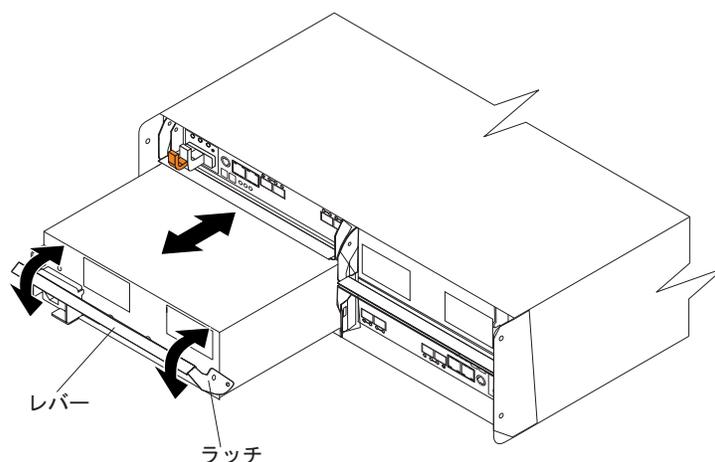

図 21. 電源機構およびファン・ユニットの再取り付け
1. 電源機構およびファン・ユニットをスライドさせてストレージ・サブシステムに入れます。電源機構およびファン・ユニットを再取り付けするために、図 21 で示すように各電源機構およびファン・ユニットのレバーがストレージ・サブシステムの内側に向かって開かれていることを確認してください。無理に差し込まないでください。電源機構およびファン・ユニットは、シャーシに正しく差し込まれるように設計されています。
重要: 図 21 に示すように、電源機構およびファン・ユニットをスライドさせてストレージ・サブシステムに入れる際、レバーがまっすぐ引き出されていることを確認してください。左右の電源機構およびファン・ユニットは、DS3950 シャーシ内部で反対の方向に取り付けられます。電源機構およびファン・ユニットを電源機構およびファン・ユニットのベイに完全に挿入できない場合は、電源機構ファンを 180° 反転させて再度挿入してください。